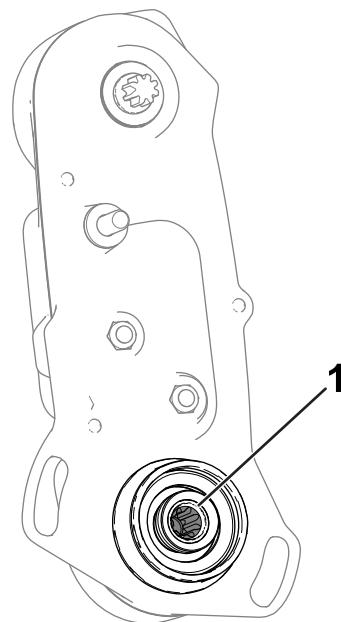

図 13
3. リール駆動シャフトの内側 図 13 にグリスが残っているかどうか調べる。